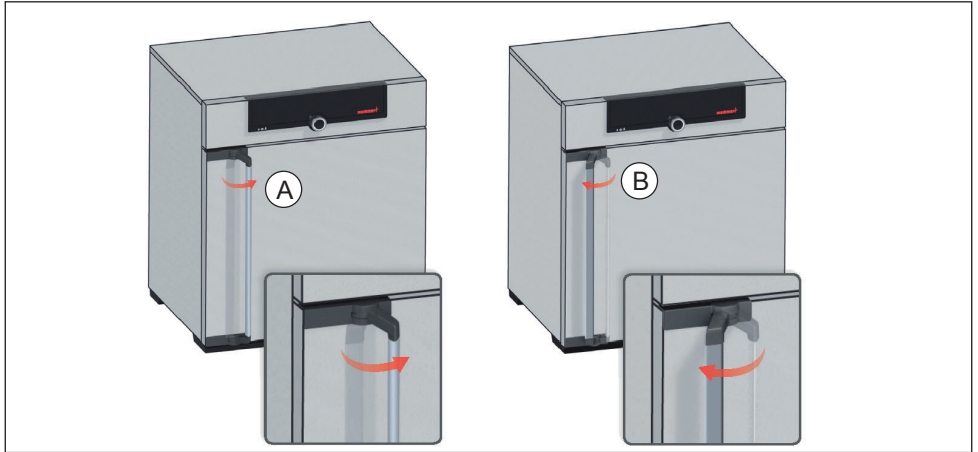

Fig. 15 Apertura y cierre de la puerta
- ▶ Para abrir la puerta, tirar de la manilla hacia un lado (izquierda o derecha, según el modelo de la puerta, Fig. 15, A) y abrir la puerta completamente.
- ▶ Para cerrar la puerta, empújela hasta el fondo y presione la manilla a un lado (B).